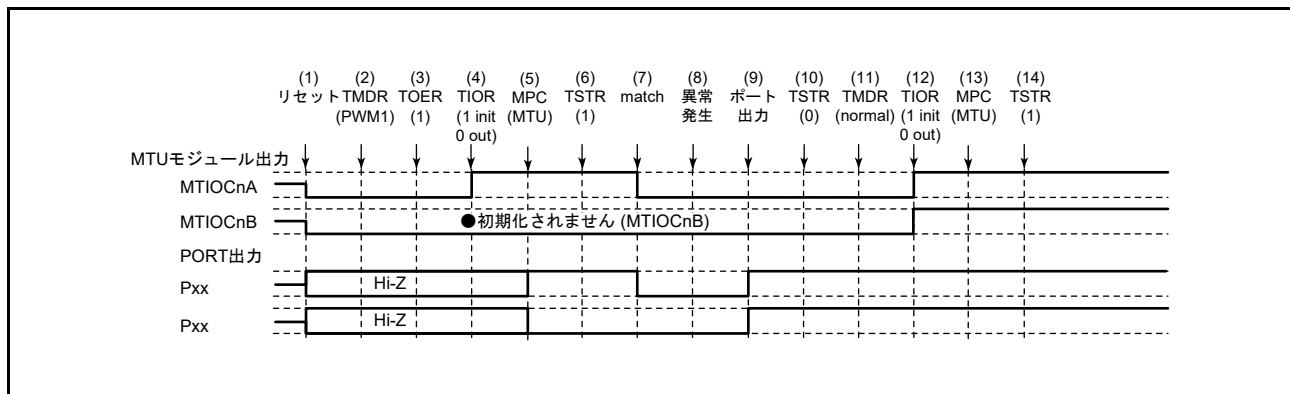

図 22.133 PWM モード 1 で異常が発生し、ノーマルモードで復帰する場合
PWM モード 1 で異常が発生し、再設定後ノーマルモードで再スタートする場合の説明図を図 22.133 に示します。
(1) ～ (10) は図 22.133 と共通です。
(11) PWM モード 1 で再スタートする場合には必要ありません。
(12) TIOR レジスタで端子を初期化してください。なお、PWM モード 1 では MTIOCnB (MTIOCnD) 端子に波形が出力されません。出力すべきレベルがある場合は、I/O ポートのポート方向レジスタ (PDR)、ポート出力データレジスタ (PODR) で汎用出力ポートの設定をしてください。
(13) MPC と I/O ポートのポートモードレジスタ (PMR) で MTU 出力としてください。
(14) TSTR レジスタで再スタートします。
(1) ~ (10) は図 22.133 と共通です。
(11) PWM モード 2 を設定します。
(12) TIOR レジスタで端子を初期化してください。なお、PWM モード 2 では周期レジスタの端子に波形が出力されません。出力すべきレベルがある場合は、I/O ポートのポート方向レジスタ (PDR)、ポート出力データレジスタ (PODR) で汎用出力ポートの設定をしてください。
(11) 位相計数モードを設定します。
(12) TIOR レジスタで端子を初期化してください。
- (11) 波形生成部の初期化のためノーマルモードを設定してください。
- (12) TIOR レジスタで PWM モード 1 の波形生成部を初期化してください。
- (13) TIOR レジスタで PWM モード 1 の波形生成部の動作を禁止してください。
- (14) TOER レジスタで MTU3、MTU4 の出力を禁止してください。
- (15) TOCR レジスタで相補 PWM モードの出力レベルと周期出力の許可 / 禁止を選択してください。
- (16) 相補 PWM モードを設定します。
- (17) TOER レジスタで MTU3、MTU4 の出力を許可してください。
- (18) MPC と I/O ポートのポートモードレジスタ (PMR) で MTU 出力としてください。
- (19) TSTR レジスタで再スタートします。